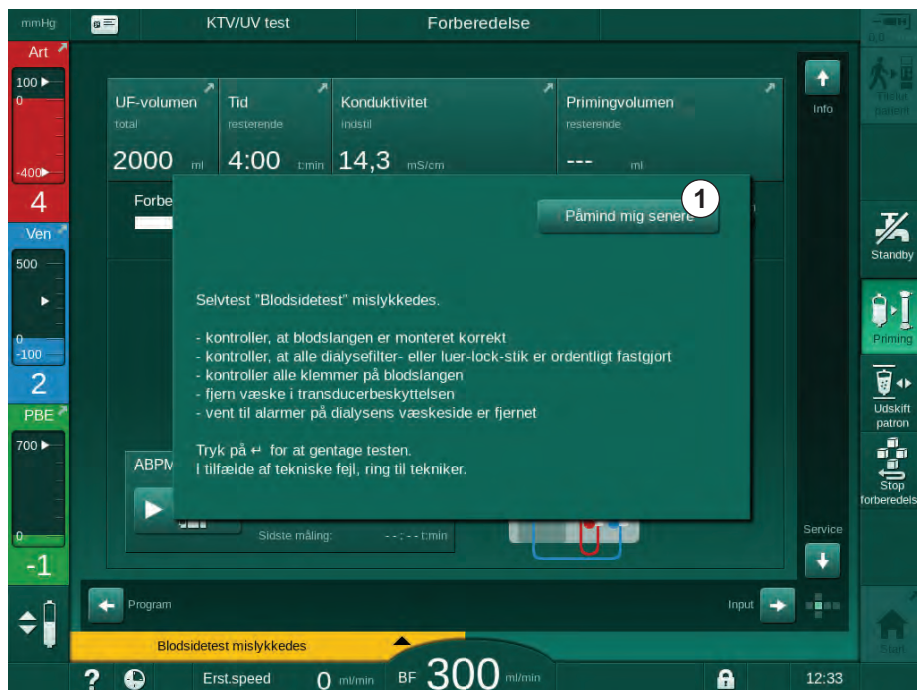

Fig. 12-4 Vinduet *Påmind mig senere*
I tilfælde af visse specifikke alarmer og advarsler (f.eks. SAD-alarm eller *Blodsidedest mislykkedes* (1089)), vises et pop op-vindue, der angiver relaterede oplysninger eller håndteringsinstruktioner. Dette vindue indeholder knappen *Påmind mig senere* (Fig. 12-4, ①) der gør det muligt at skjule vinduet. Samtidig med pop op-vinduet lyser *Enter*-tasten. Udfør de angivne aktiviteter.